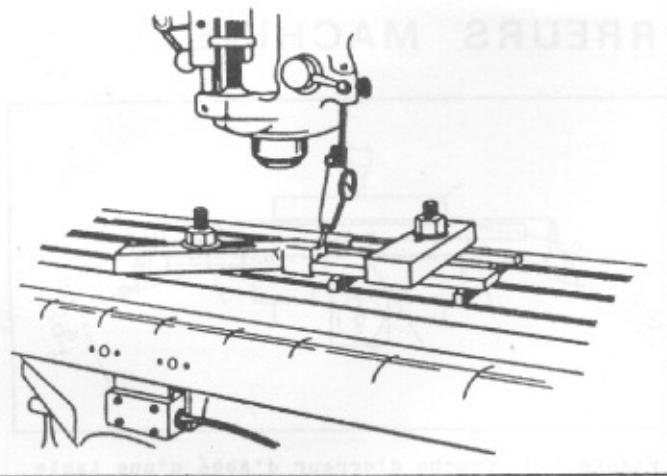

Figure 4.3 Deuxième étape pour la mesure de l'erreur d'Abbé
- b) Répéter l'étape a) après avoir surélevé la cale, toujours parallèlement à la table d'environ 50 mm, comme sur la Fig. 4.3. Noter la valeur indiquée. Si il n'y a pas de différence, vérifier pour d'autres erreurs possibles; erreur machine ou erreur de longueur de la cale étalon (la cale doit avoir un certificat récent de calibration. Vérifier vous-même pour les corrections à apporter à la cale. Ne vous fiez pas à l'opinion des autres).